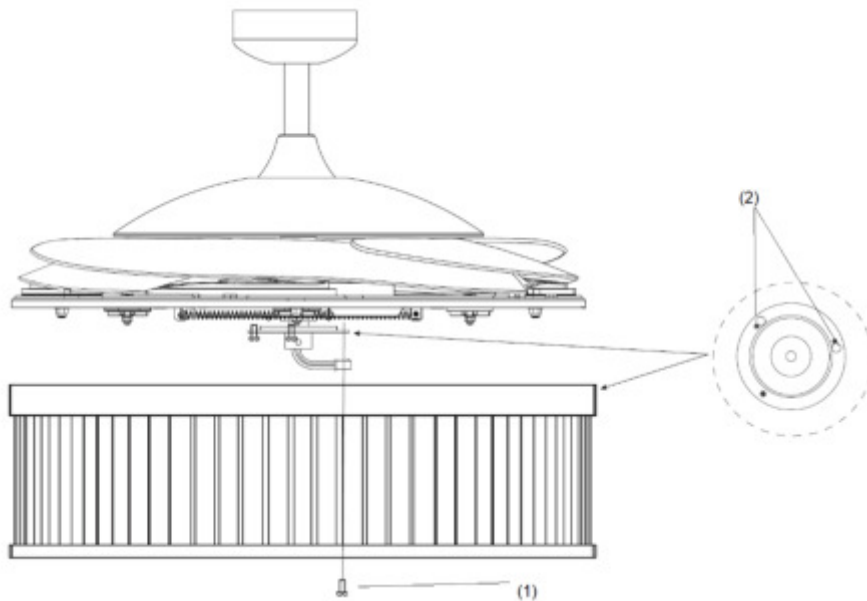

Fig. 6
INSTALLATION DU KIT D'ÉCLAIRAGE (Fig. 6 & 7)
1. Dévissez la vis (1) du support du ventilateur. Alignez les 2 vis à tête fendue avec les encoches (2) du support du kit d'éclairage. (Fig. 6)
2. Tournez le kit d'éclairage dans le sens inverse des aiguilles d'une montre jusqu'à ce que les vis à tête fendue soient calées à l'extrémité des encoches (2).
3. **Fixez la vis (1) sur le support d'abat-jour. Serrez les 3 vis. Évitez de trop serrer.**